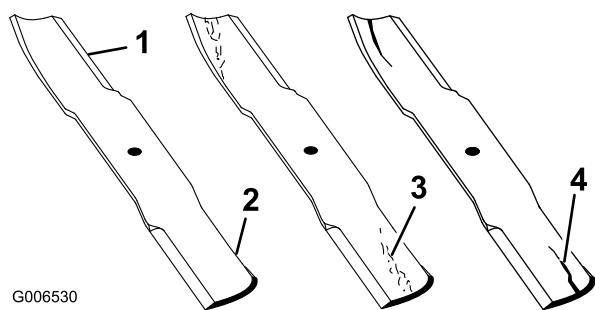

Figure 54
1. Examinez le tranchant des lames (Figure 54). Si les lames ne sont pas tranchantes ou si elles présentent des indentations, déposez-les et aiguisiez-les (voir Aiguisage des lames).
2. Inspectez les lames, surtout la partie relevée (Figure 54). Remplacez immédiatement toute lame usée ou qui présente une fissure ou une entaille (repère 3 de la Figure 54).